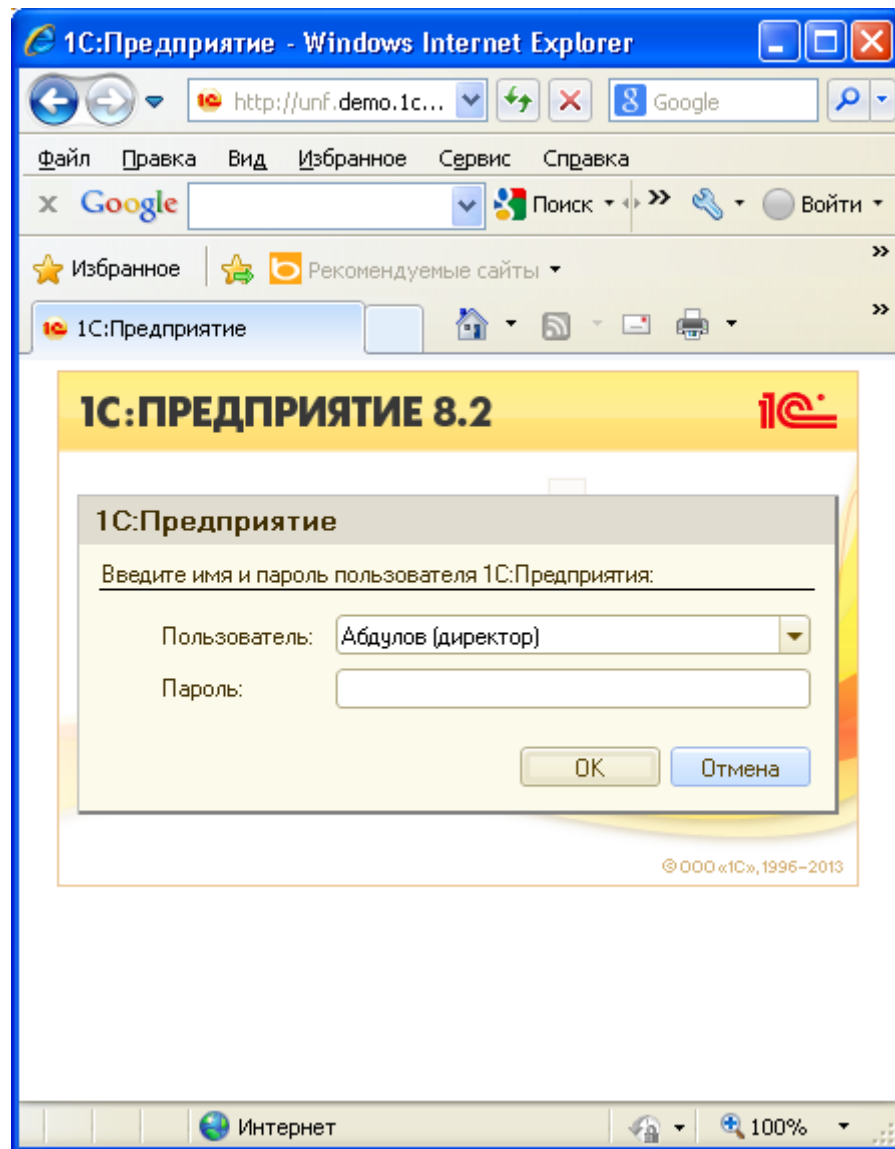

Рисунок 142 Вход в систему.
4. Войдите в систему в качестве пользователя: Абдулов (директор). Пароль не указывается (рис. 142).